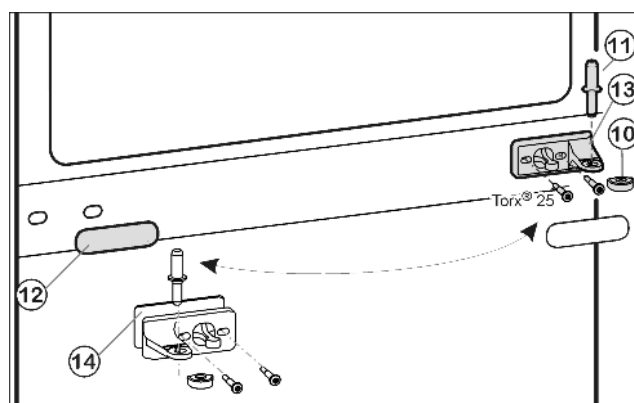
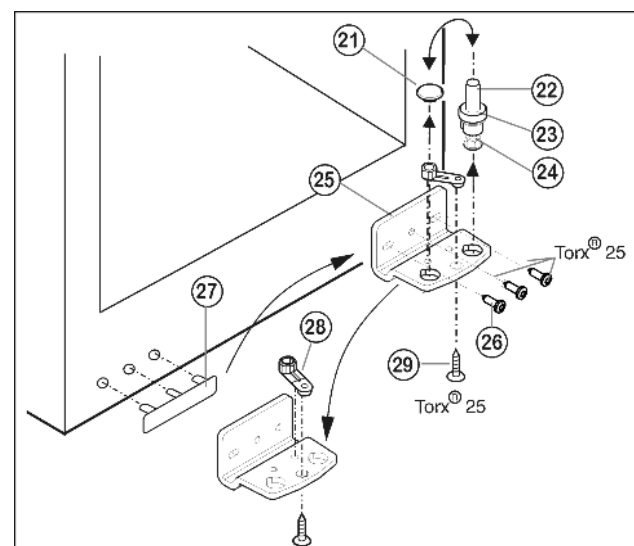

Fig. 8
Fig. 9
- ▶ Вытащите из опорного кронштейна и нижней дверцы средний опорный винт Fig. 8 (11).
- ▶ Снимите пластмассовый колпачок Fig. 8 (10).
- ▶ Открутите средний опорный кронштейн Fig. 8 (13) (2 шт. Torx® 25).
- ▶ Осторожно снимите накладку Fig. 8 (12).
- ▶ Прикрутите средний опорный кронштейн Fig. 8 (13) с подкладкой Fig. 8 (14) с поворотом на 180° на новую сторону шарнира (с моментом 4 Нм).
- ▶ Защелкните накладку Fig. 8 (12), повернув на 180°, на стороне, где теперь будет ручка.
- ▶ Извлеките опорный винт Fig. 9 (22) в комплекте с шайбой Fig. 9 (23) и регулируемой опорой Fig. 9 (24), вытягивая его вверх.
- ▶ Снимите пробку Fig. 9 (21).
- ▶ Открутите Fig. 9 (26) опорный кронштейн Fig. 9 (25).
- ▶ Открутите Fig. 9 (29) опорную деталь Fig. 9 (28) и, переставив в отверстие на противоположной стороне опорного кронштейна, снова прикрутите.
- ▶ Осторожно снимите и переставьте на противоположную сторону крышку со стороны ручки Fig. 9 (27).
- ▶ Снова прикрутите опорный кронштейн Fig. 9 (25) на новой стороне шарнира (с моментом 4 Нм). При необходимости используйте аккумуляторный шурупверт.
- ▶ Переставьте пробку Fig. 9 (21) в свободное отверстие.
- ▶ Вновь установите опорный винт Fig. 9 (22) в комплекте с шайбой и регулируемой опорой. При этом фиксатор должен быть направлен назад.
- ▶ Установите нижнюю дверцу сверху на нижний опорный винт *Fig. 9 (22)*.
- ▶ Снова наденьте пластмассовый колпачок *Fig. 8 (10)* на средний опорный кронштейн *Fig. 8 (13)*.
- ▶ Вставьте средний опорный винт *Fig. 8 (11)* на новой стороне шарнира через средний опорный кронштейн *Fig. 8 (13)* в нижнюю дверцу.
- ▶ Установите верхнюю дверцу на средний опорный винт *Fig. 8 (11)*.
- ▶ При необходимости выровняйте дверцы через два продольных паза в нижнем опорном кронштейне *Fig. 9 (25)* и среднем опорном кронштейне *Fig. 8 (13)* параллельно корпусу устройства. Для этого выкрутите средний винт на нижнем опорном кронштейне *Fig. 9 (25)*.